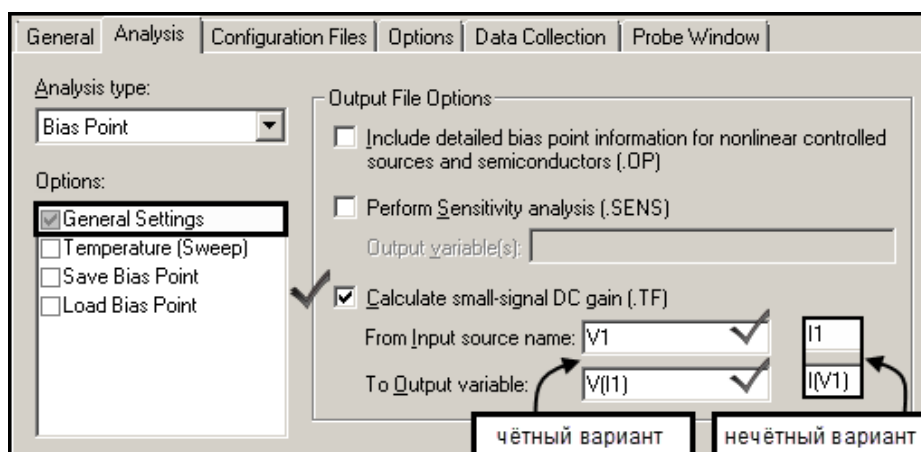

Рис. 10. Окно настройки моделирования. Настройка параметров анализа для расчета малосигнальной передаточной функции в режиме по постоянному току
10. Открыть окно настройки профиля моделирования (**Simulation Settings**)1 и в разделе **Output File Options** установить флажок **Calculate small-signal DC gain (.TF)**. В поле **From input source name** ввести имя входного источника (имя первого источника напряжения или источника тока, для четного и нечетного варианта соответственно). В поле **To Output variable** ввести обозначение выходного параметра (напряжение на источнике тока или ток первого источника напряжения, для четного и нечетного варианта соответственно). Пример показан на **рис. 10**.